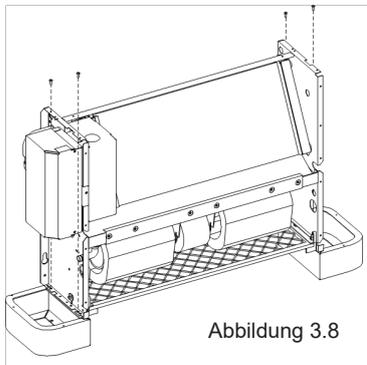

Abbildung 3.8
- 2) Stellen Sie die Klimaanlage auf die Montagehalterung und sichern Sie sie mit Schrauben (siehe Abbildung 3.8).